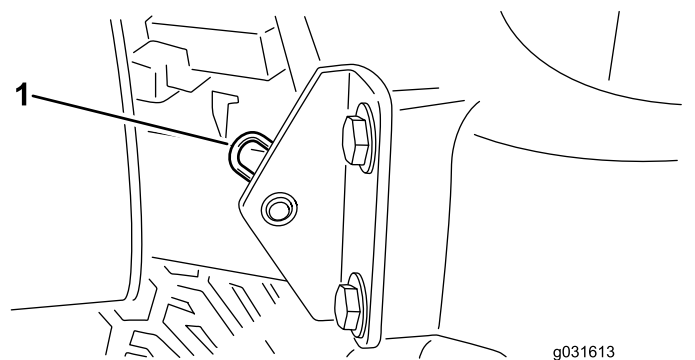

Рисунок 55
2. Снимите игольчатый шплинт крепления оси поворота капота к монтажным кронштейнам (Рисунок 55).